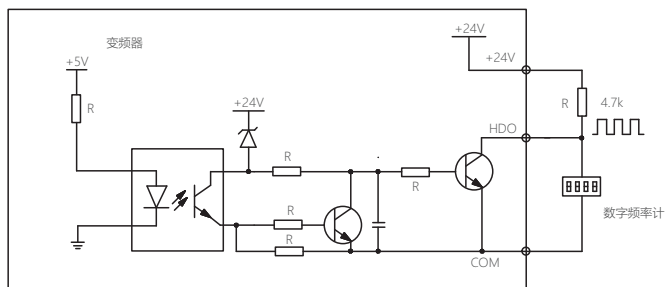

图5-9 输出端子HDO连接方式1
a) HDO用作数字脉冲频率输出，可使用变频器内部的+24V电源，接线方式如图5-9所示。